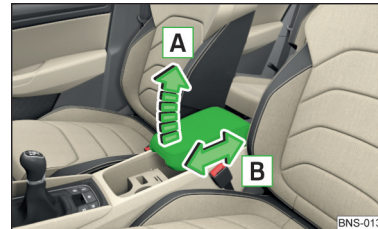

Abb. 91
- › Zur **Höheneinstellung** die Armlehne in Pfeilrichtung **A** in eine der Raststellungen anheben » Abb. 91.